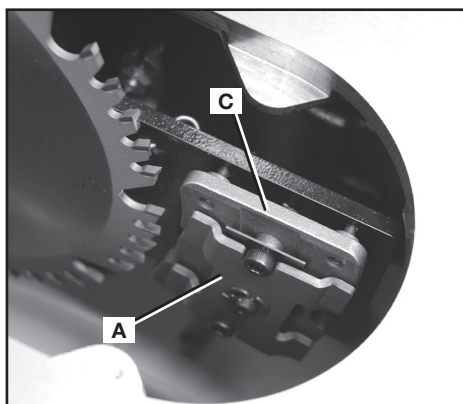
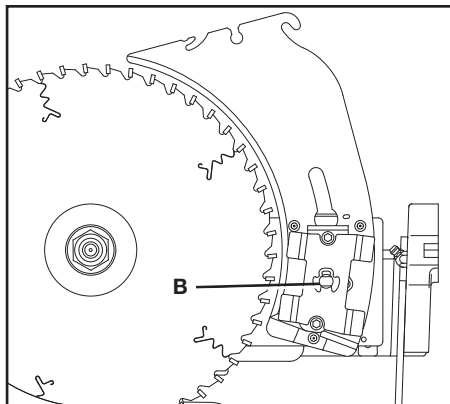

FIG. 80
FIG. 81
HENDEDOR Y PLACA ABRAZADERA (A), Fig. 80: Mantenga esta área libre de polvo y evite la acumulación de restos. Sople el área regularmente con aire comprimido.
POSTE CONECTOR DEL HENDEDOR (B), Fig. 81: Use lubricante en esta área - el cuerpo del tornillo (B) - ocasionalmente para asegurarse que se mueva libremente. Coloque lubricante en la superficie de apoyo del montante de sujeción (B) donde ingresa en el bloque indicador (C), fig. 80.